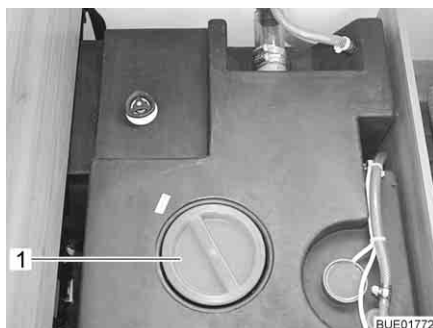
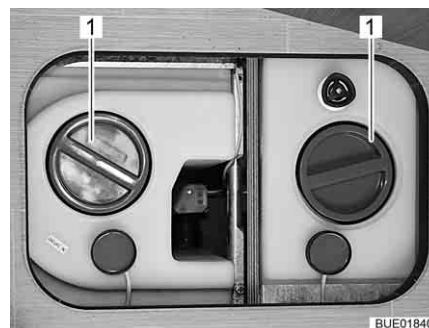

Fig. 258 Réservoir d'eau avec poignée tournante (Viseo)
Fig. 259 Réservoir d'eau avec poignée tournante (Elegance)
- Enlever le couvercle de fermeture (Fig. 258, 1 ou Fig. 259, 1) du réservoir d'eau.